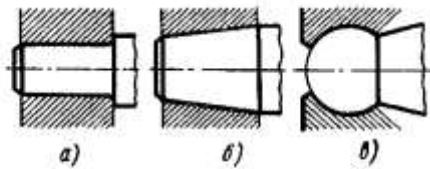

Рис. 8.5
**Как называют цапфы, показанные на рис. 8.5?**